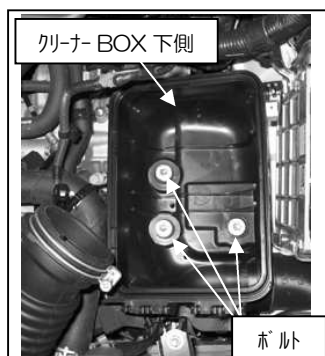

図 2
- ②ボルト3ヶ所を外し、クリーナーBOX下側を外します。図2参照